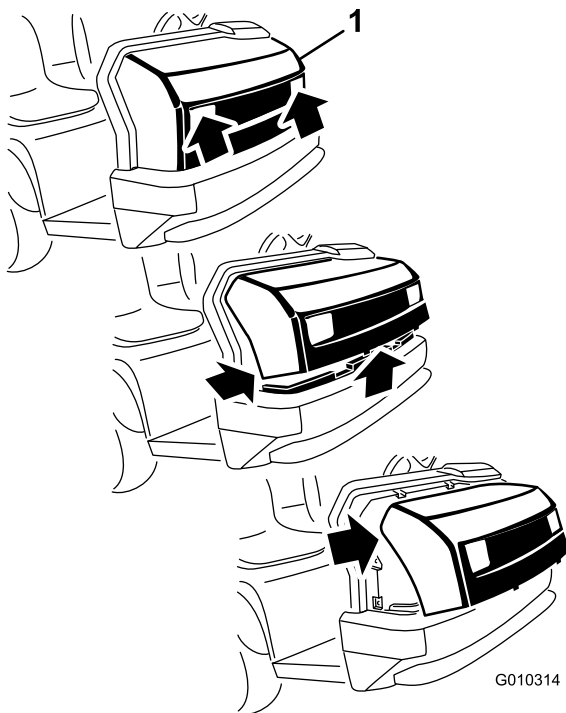

Figura 28
1. Afferrate il cofano dalle aperture dei fari, sollevatelo per sganciare le linguette di montaggio inferiori dalle fessure del telaio (Figura 28).
2. Ruotate verso l'alto la parte inferiore del cofano in modo da estrarre le linguette di montaggio superiori dalle fessure del telaio (Figura 28).
3. Ruotate in avanti la parte superiore del cofano e scollegate i connettori dei fili dai fari (Figura 28).
2. Inserite le linguette di montaggio superiori nelle fessure del telaio (Figura 28).
3. Inserite le linguette di montaggio inferiori nelle fessure del telaio (Figura 28).